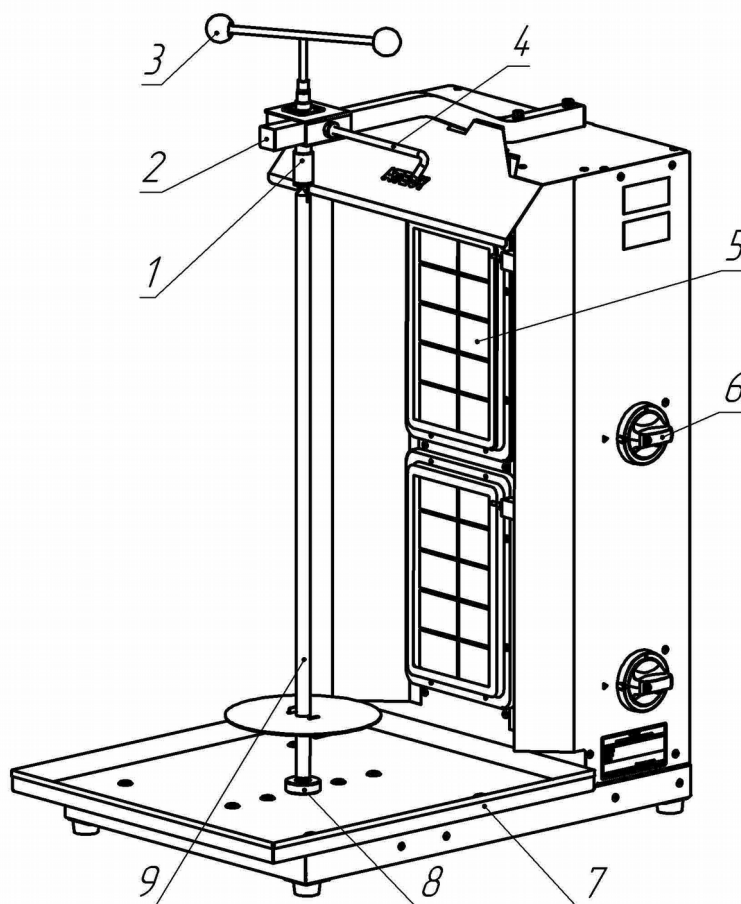

Рис. 5
5.7 На штанге закрепите держатель ножа с помощью фиксатора стопора (см. рис.5).
5.8 Установите поддон на основании установки. На поддоне расположите шайбу и собранный нож. Сверху установите вороток (см. рис.5).
5.12 Готовое для жарки мясное филе нанизывают на собранный нож (см. рис.5).